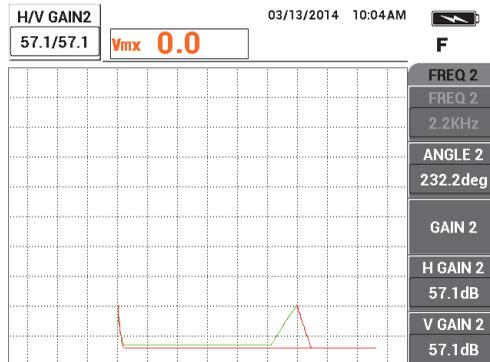

Рис. 5-121 Настройка амплитуды сигнала частоты 2
9. Нажмите клавишу **GAIN (dB)** еще три раза и уменьшите амплитуду сигнала частоты 2 так, чтобы она была на 6 делений влево от нулевой точки (см. Рис. 5-121 на стр. 226).